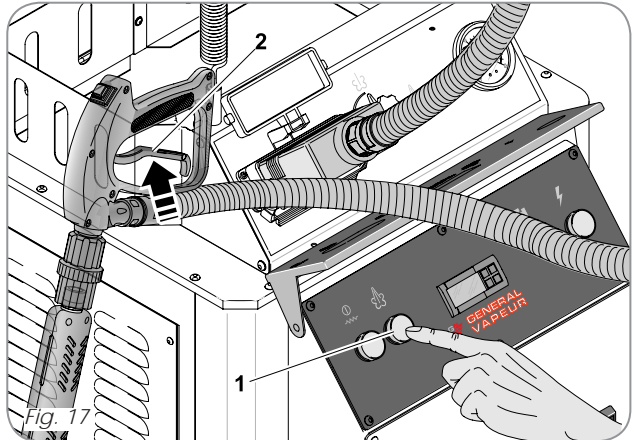

Fig. 17
Premere l'interruttore comando erogazione vapore (1 - Fig.17) e il grilletto (2) dell'impugnatura per erogare vapore. Al rilascio del grilletto la macchina cessa l'erogazione.